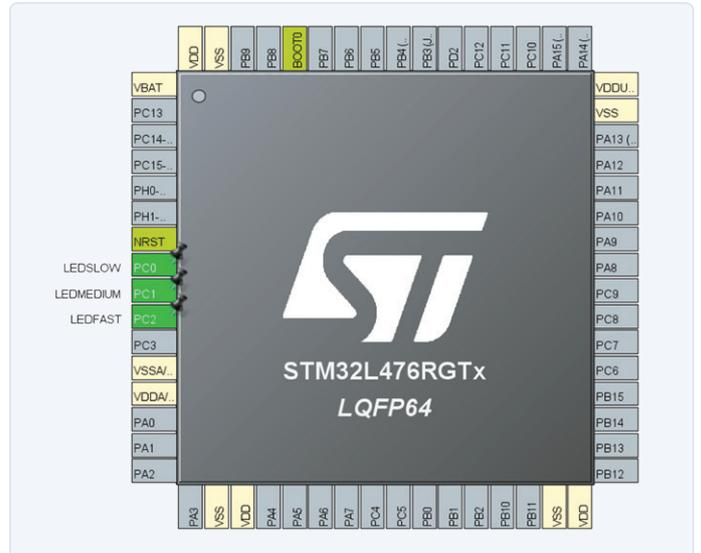

Figure 2. Configuration des sorties de l'UC STM32 dans STMCubeIDE.
- > Configurer *PC0*, *PC1*, et *PC2* comme sorties *GPIO_Output*. Faire un clic droit sur les broches et définir trois étiquettes utilisateur *User Labels* : *LEDSLOW*, *LEDMEDIUM* et *LEDFAST* (fig. 2).